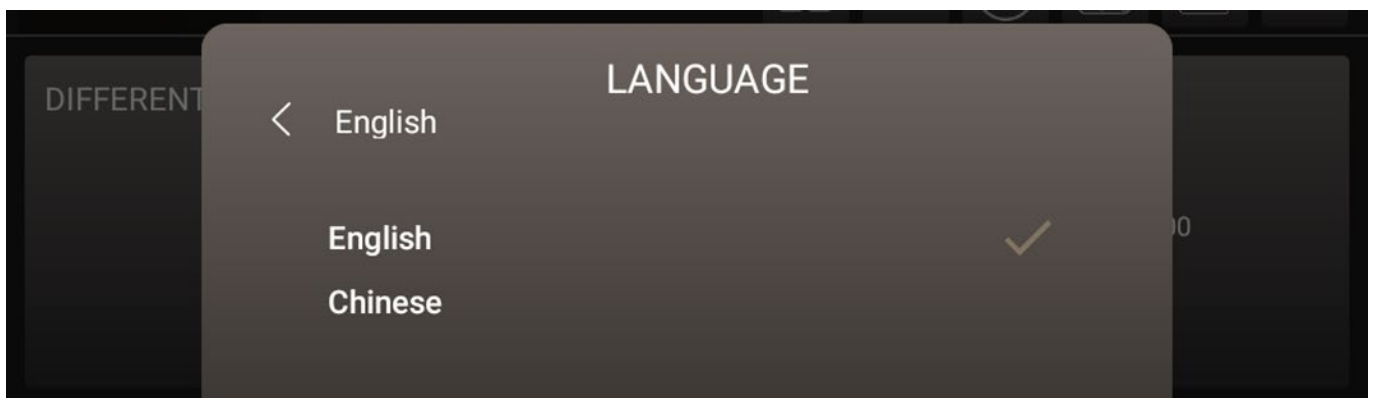

Fig. 12-10
2. **Language Setup (Fig. 12-10):**